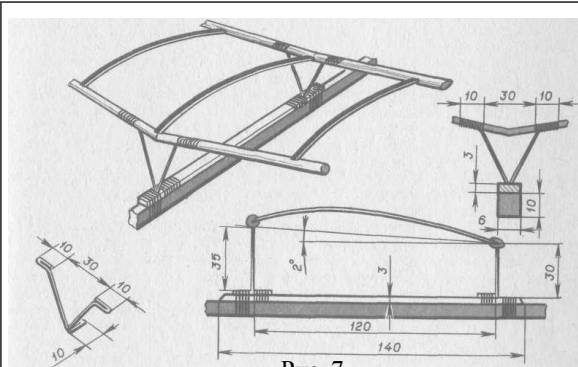

Рис. 7
14. Виготовити дві V-подібні стійки з сталюого дроту  $\varnothing 0,75-1,0$  мм (рис. 7).
15. Зі стійок та соснової рейки  $140 \times 6 \times 3$  мм виготовити кріплення крила. Розміри та форма кріплення показані на рис. 7. Стійки кріпляться до кромки крила за допомогою ниток з клеєм. Передня стійка повинна бути трохи вищою за задню. Завдяки цьому утворюється кут крила. Він повинен складати близько  $+2^\circ$ . Рейка до фюзеляжу кріпиться за допомогою еластичної нитки.